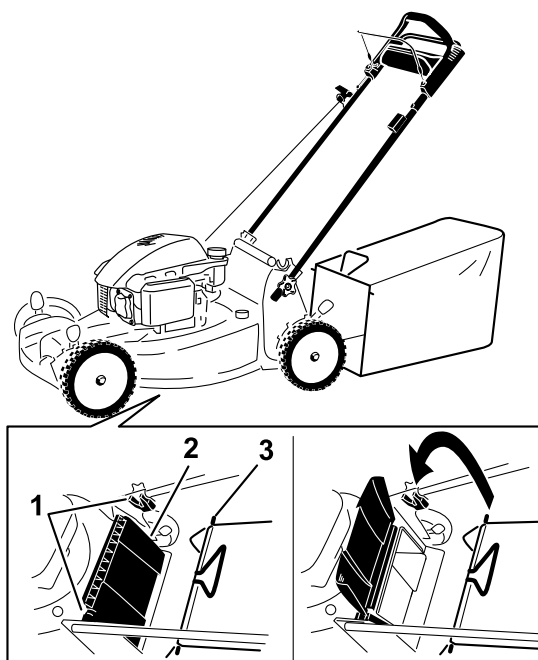

Figure 20
1. Soulevez le déflecteur arrière et gardez-le dans cette position (Figure 20).